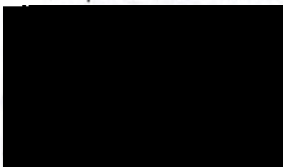

Рисунок 39. Экранное меню «Захват изображения»
1. Перейдите к экранному меню **IMAGE CAPTURE** (ЗАХВАТ ИЗОБРАЖЕНИЯ) (Рисунок 39). Когда экранное меню **IMAGE CAPTURE** (ЗАХВАТ ИЗОБРАЖЕНИЯ) начнет мигать, нажмите **Select** (Выбрать), чтобы выбрать данную опцию. Текущая настройка начнет мигать.